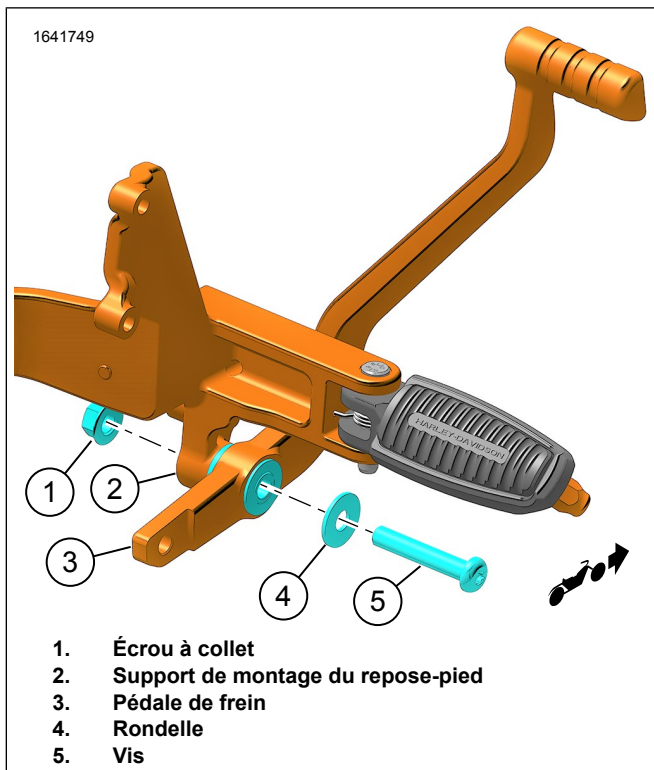

Figure 9. Pédale de frein
1. Voir la figure 9. Installez la pédale de frein.
- a. Installer le frein (3) sur le support de montage du repose-pieds (2).
- b. Poser la rondelle (4) et la vis (5).
- c. Installer l'écrou autobloquant (1). Serrer.